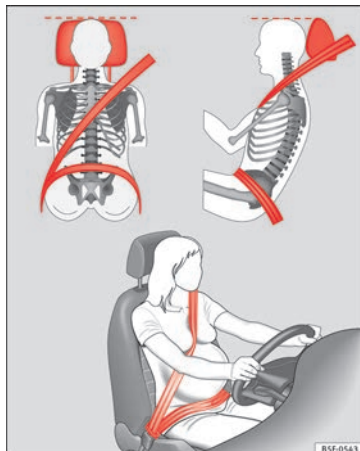

Fig. 55 Colocación de la banda del cinturón en el caso de mujeres embarazadas.
- La banda del hombro debe pasar aproximadamente por el centro del mismo, pero nunca sobre el cuello. El cinturón de seguridad debe quedar plano y bien ceñido a la parte superior del cuerpo » fig. 55.
- La banda abdominal del cinturón de seguridad deberá pasar por la región pélvica, pero nunca por encima del abdomen. El cinturón de seguridad debe quedar plano y bien ceñido a la pelvis » fig. 55. En caso necesario habrá que tirar un poco de la banda.